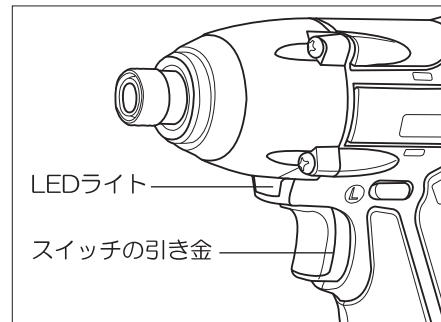

図4
●スイッチの操作(図4参照)
- 本機のスイッチの引き金上部にLEDライトがついています。(図4参照)